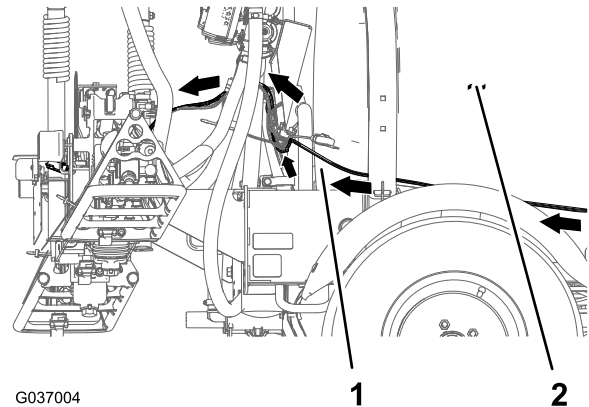

Figura 36
- 2. Enrute el arnés de cables por el larguero derecho del bastidor, junto al depósito (Figura 36).